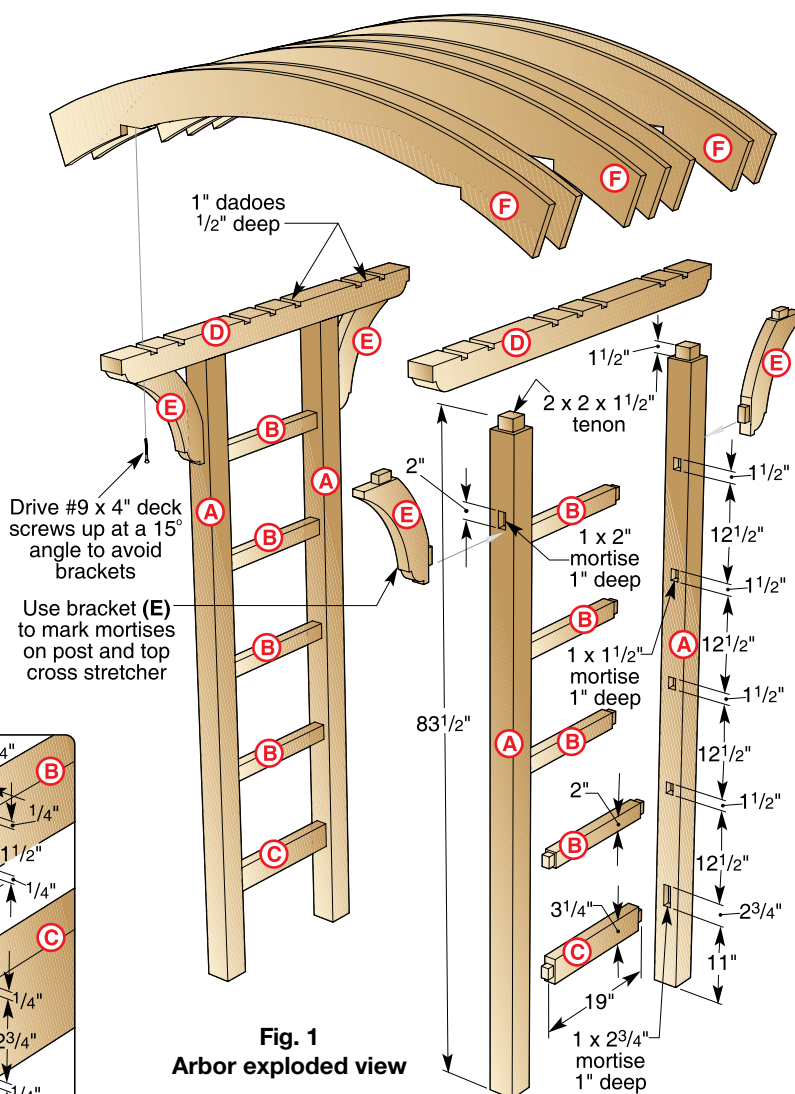

Fig. 1
3 STARTING AT 83 1/2" DOWN FROM THE TOP END OF POSTS (A), MARK THE MORTISE LOCATIONS SHOWN ON FIGURE 1.